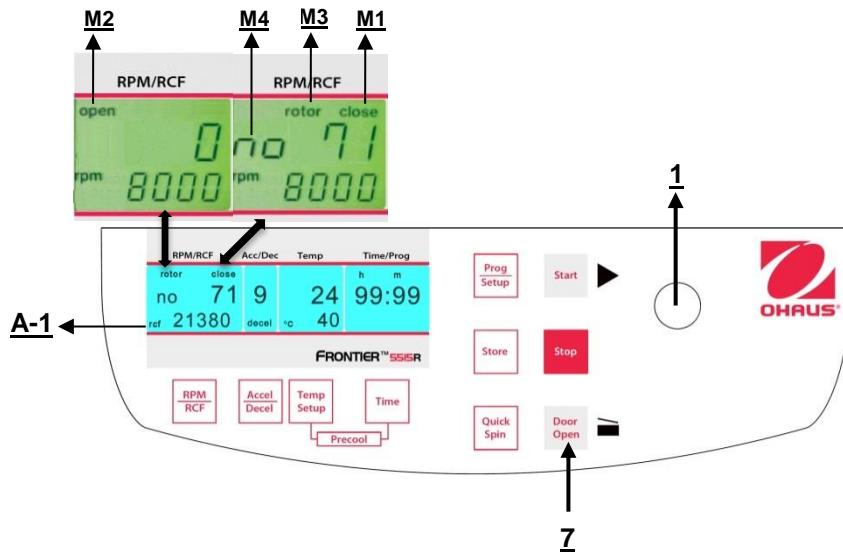

Figura 15
Dopo il funzionamento, quando il coperchio della centrifuga è chiuso, appare la parola "**close**" (M1) sul display "**RPM | RCF**" (A-1). Inoltre, se vi è un rotore nella centrifuga, appare la parola "**rotor**" (M3) e anche il numero di codice del rispettivo rotore che si trova all'interno del sistema centrifugo "**71**" (M4). Se nella centrifuga non vi è alcun rotore, la parola "**rotor**" (M3) lampeggi e appare la parola supplementare "**no**" (M4). Premendo il tasto "**Door Open**" (7), si può rilasciare il coperchio della centrifuga. Non appena il coperchio eletromagnetico è completamente rilasciato, appare la parola "**open**" (M2). Adesso è possibile aprire il coperchio della centrifuga. Fare riferimento alla figura 15 qui di seguito per riferimento.
Il coperchio deve solo essere abbassato leggermente. Un bloccaggio elettromagnetico del coperchio fa chiudere il coperchio stesso, e allo stesso tempo scompare la parola "open" (M2) (fare riferimento alla figura 15).